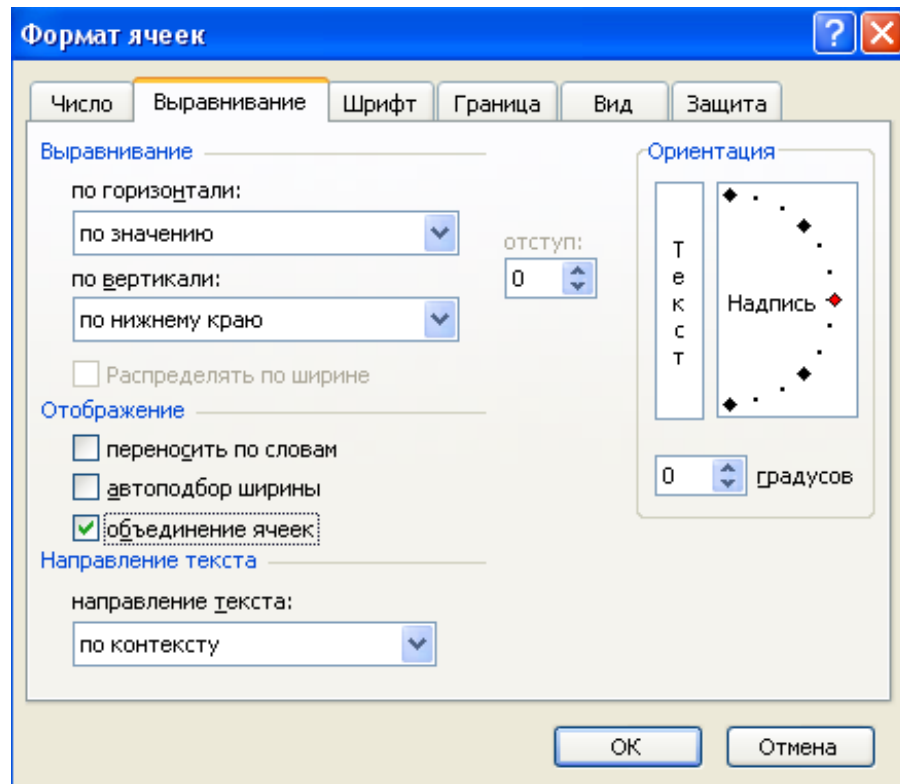

Рисунок 20 – Настройка параметров вкладки *Выравнивание*
- 2) вкладка *Выравнивание* позволяет установить параметры выравнивания и управлять отображением данных в ячейке (рисунок 20);